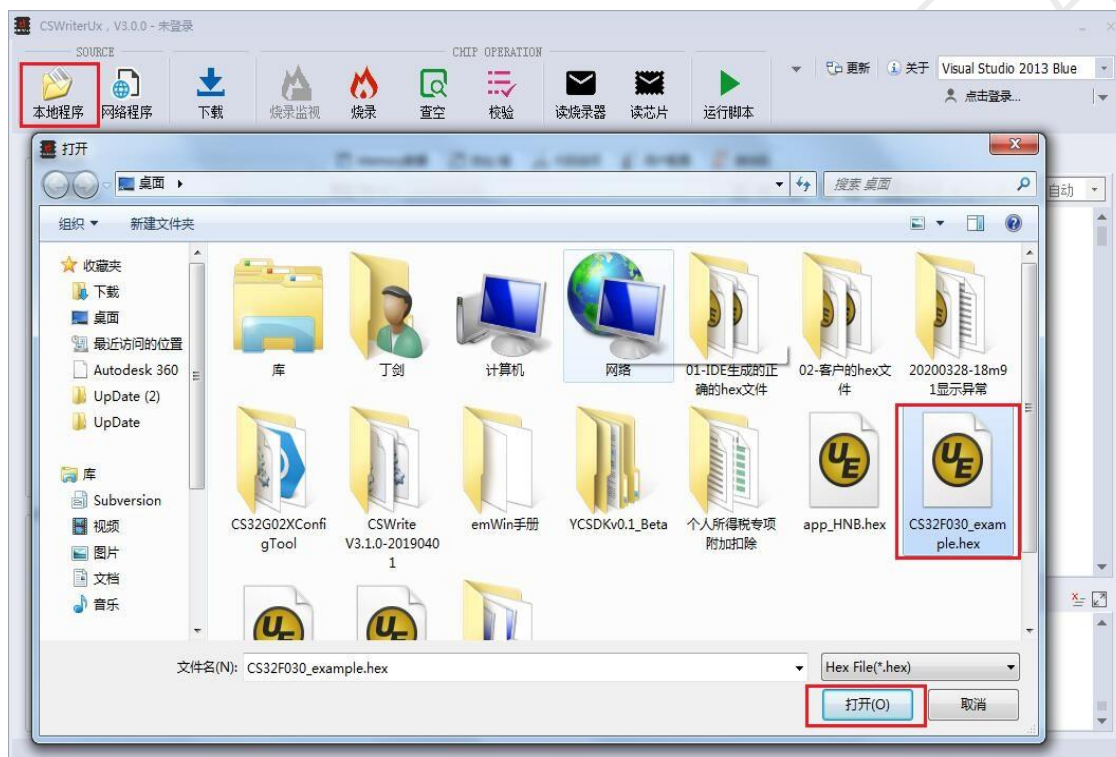

图 6-1 选择用户 HEX
1. 单击本地程序，打开所需烧录的 HEX 文件，如下图 6-1 所示：